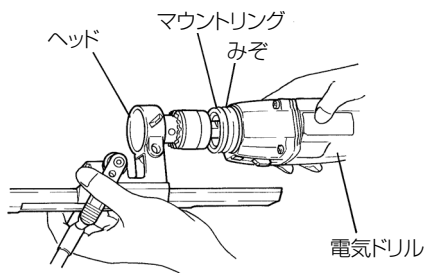

図 9
- (4) 図 9 のようにマウントリングの付いた電気ドリルをヘッドの奥までさし込み、取付けます。